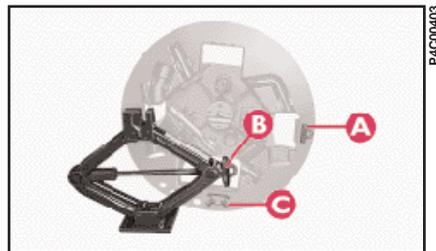

fig. 7
– Ranger le cric dans son support en faisant correspondre la sérigraphie **A** (fig. 7) avec la bague **B** du cric et en plaçant la base du cric en correspondance de la sérigraphie **C**.